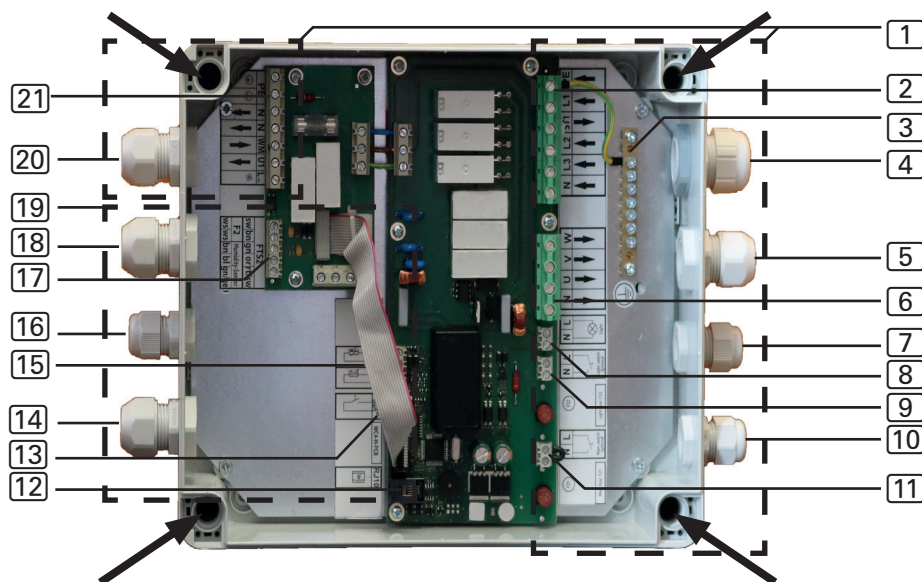

Рис. 4: Подключение к электрической сети
2. В 4 углах шасси можно прикрепить блок питания к поверхности (см. стрелки Рис. 4 на стр. 17)